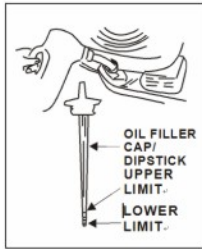

Fig. 9
5. Despeje o óleo recomendado lentamente no depósito de óleo. Não derrame. Depois de adicionar o óleo, aguarde um minuto e, em seguida, verifique o nível de óleo usando a vareta de medição. O nível do óleo deve estar entre o limite inferior e o limite superior (Ver Fig. 9).